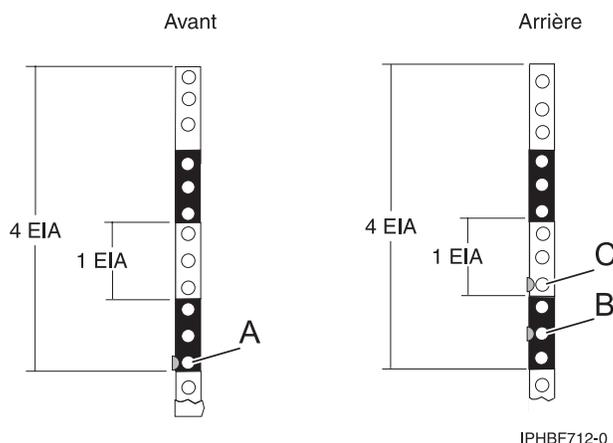

Figure 58. Marquer les trous sur l'avant et l'arrière du cadre de l'armoire
2. Face à l'armoire, à droite, placez une pastille auto-adhésive à côté du trou du milieu de l'unité EIA inférieure (**A**) (voir la figure 58).
5. Placez une pastille auto-adhésive au niveau du trou central de cette unité EIA, (**B**) dans la figure 58.
6. Placez une pastille auto-adhésive au niveau du trou inférieur de l'unité EIA suivante, (**C**) dans la figure 58.